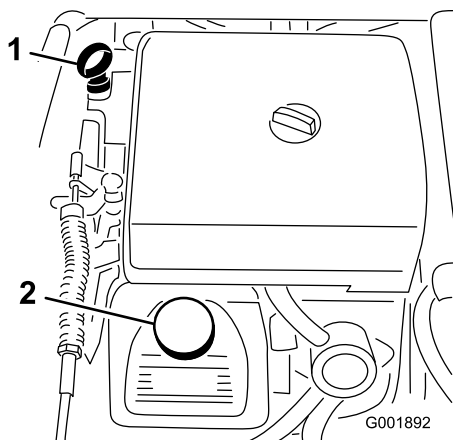

Figura 20
2. Retire a vareta e limpe-a com um pano limpo (Figura 20). Volte a colocar a vareta no tubo e verifique se está completamente introduzida. Retire a vareta e verifique o nível de óleo.
3. Se o nível de óleo estiver baixo, deverá retirar a tampa de enchimento da cobertura da válvula (Figura 20) e deitar óleo na abertura até que o nível suba até à marca "Full" (Cheio) da vareta; consultar a secção Manutenção do óleo do motor, acerca do tipo e viscosidade do óleo. Adicione o óleo lentamente e verifique o nível com alguma frequência durante o procedimento. Não encha demasiado.